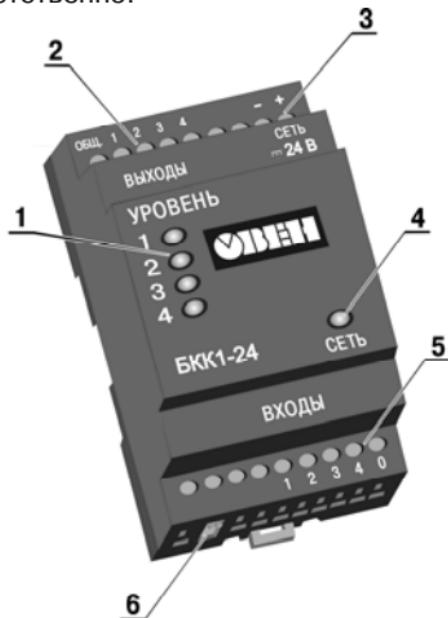
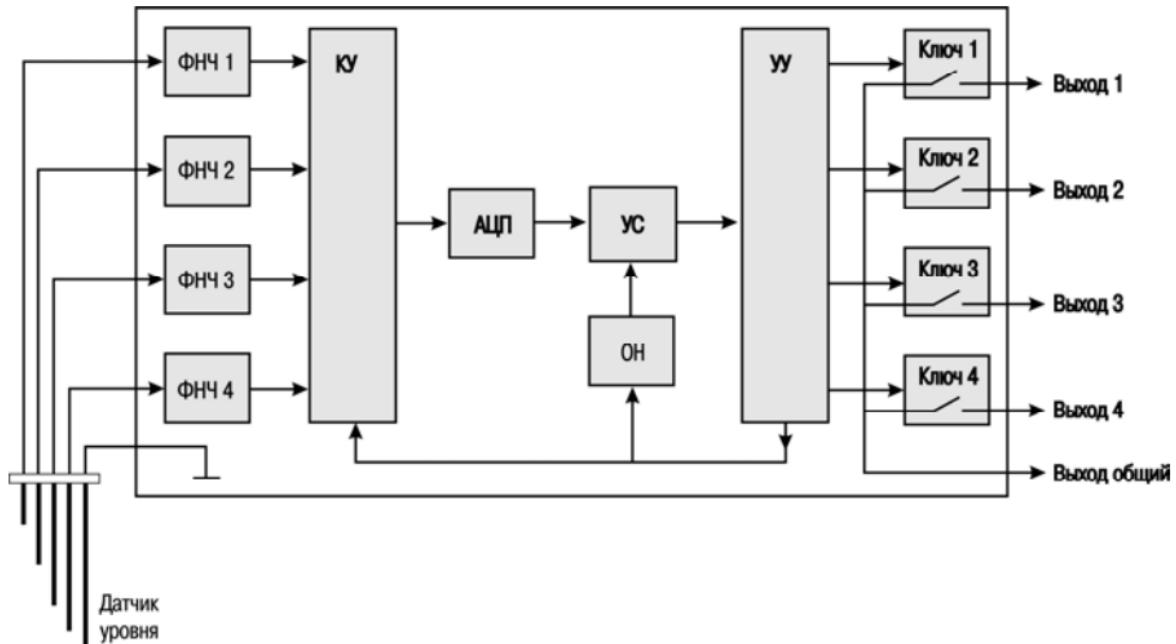

Рис. 3.1. Внешний вид
Рис. 3.4. Функциональная схема БКК1
3.1. Внешний вид модификаций блока БКК1-24 и БКК1-220 представлен на рис. 3.1 и 3.2, соответственно.
3.3. Функциональная схема БКК1 представлена на рис. 3.4. Датчик уровня подключается к входным фильтрам низких частот (ФНЧ). Далее через коммутационное устройство (КУ) сигнал поступает на аналого-цифровой преобразователь (АЦП). В устройстве сравнения (УС) происходит сравнение уровня оцифрованного сигнала датчика со значением уставки опорного напряжения (ОН). Значение уставки опорного напряжения выбирается DIP-переключателем 6 установки порога срабатывания (рис. 3.1, 3.2). Устройство управления (УУ) выполняет функцию выбора канала измерения датчика уровня и управлением соответствующим выходным ключом (Ключ 1, Ключ 2, Ключ 3, Ключ 4). Срабатывание выходного ключа происходит при контакте соответствующего сигнального электрода с
жидкостью. Параллельно со срабатыванием выходного ключа, засвечивается соответствующий светодиод 1 (см. рис. 3.1, 3.2).
- обеспечивать надежное экранирование сигнальных линий, при этом экраны следует электрически изолировать от внешнего оборудования на протяжении всей трассы и подсоединять к винтовому разъему блока 5 (рис. 3.1 и 3.2), клемме «Вход 0»; при отсутствии возможности изоляции по всей трассе экран подсоединеняется к общей точке заземления системы, например, к заземленному контакту щита управления;
Внимание! Не рекомендуется объединять винтовой разъем блока 5 (рис. 3.1 и 3.2), клемма «Вход 0» с заземляющими линиями.